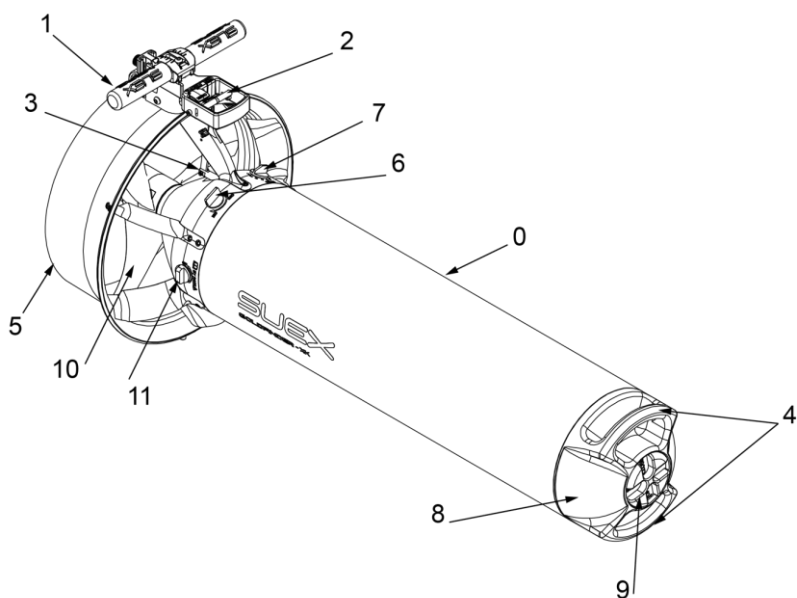

Fig 1 - Descrizione delle parti
Lo Scooter subacqueo Goldfinder XJ è costituito da un corpo cavo perfettamente ermetico, dalla forma idrodinamica, (Fig.1), all'interno del quale sono alloggiati il motore elettrico, le batterie ricaricabili ed il riduttore di velocità necessari a muovere un'elica che fornisce una spinta propulsiva.
Osservando lo scooter si può riconoscere immediatamente la porzione centrale, detta corpo (0), costituita da un elemento tubolare cavo, (Fig.1), all'interno del quale sono alloggiati gli azionamenti e la batteria ricaricabile necessari al suo funzionamento.